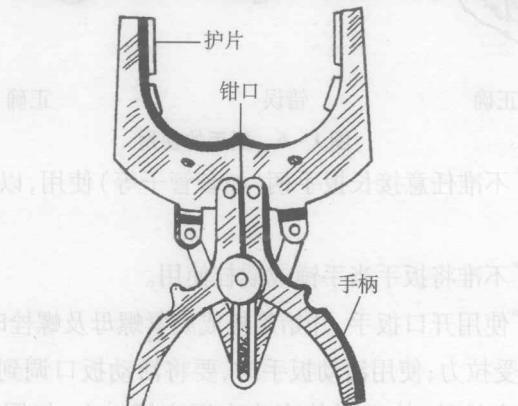

图 1-8 活塞环装卸钳
1. 活塞环装卸钳 如图 1-8 所示，活塞环装卸钳是用来拆装活塞环的专用工具，它由钳口、护片和手柄等组成。使用时，应先